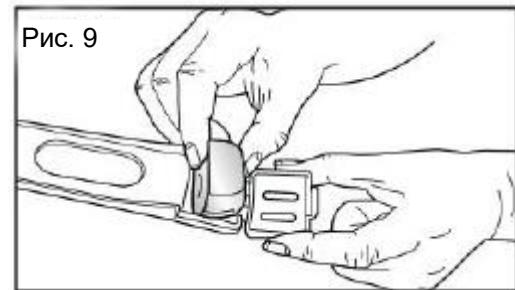

Рис. 9
10. Выполните очистку держателя фильтра и кофейника. Для этого откройте фильтр для воды и выньте угольный фильтр. Замените его новым угольным фильтром, имеющим такую же форму и размер (см. Рис. 9).